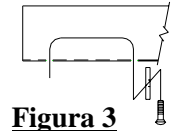

Figura 3
2. Inserte con cable los pernos de carruaje y los bloques espaciadores de 1/4 x 1 x 3 a través de las ranuras grandes en cada larguero del bastidor y hacia abajo a través de los orificios de instalación como se muestra arriba. Ver **Figura 3**.